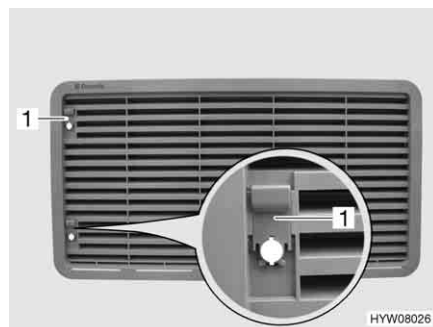

Bild 155 Kühlschrank-Lüftungsgitter
- Schieber (Bild 155,1) nach oben schieben.